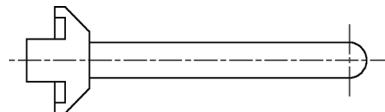

图 4-31 绘制圆弧
(5) 绘制圆弧 单击“绘图”工具栏中的“圆弧”按钮 $\text{A}$ ，以中心线交点为圆心，以上下水平实线最右端两个端点为圆弧两个端点，绘制圆弧。结果如图 4-31 所示。